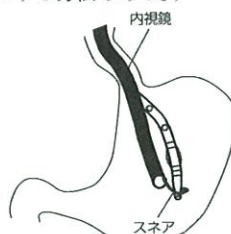

図18
2. 内視鏡を胃内に挿入し、本品の先端を確認したら、内視鏡の鉗子孔より挿入したスネアで本品の先端部をつかむ(図18)。(予め本品の先端部に糸でループを作っておき、ループをつかむようにする方法もある。)